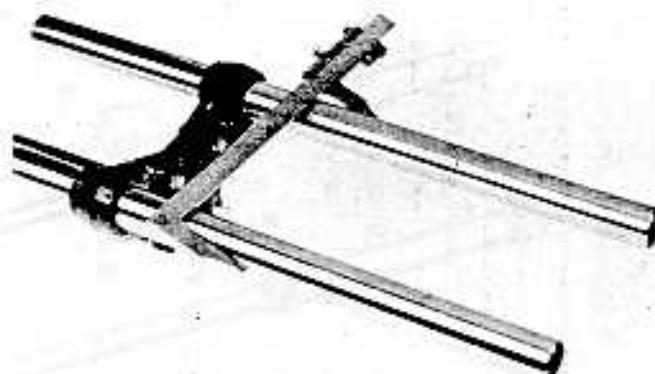

Fig. 205
- Dopo essersi accertati che gli steli siano perfettamente rettilinei, installare gli steli stessi nella base di sterzo e serrare a fondo le viti di fissaggio. Con un lungo calibro a corsoio misurare in vari punti la distanza tra i due steli. La differenza tra le varie misure ottenute non deve essere superiore a 0,10 mm (Fig. 205).
- Having checked the stanchions for truth, install them in the lower yoke and tighten the pinch screws firmly. With a vernier caliper of suitable size measure the distance between the two stanchions in several points. The figures obtained should agree within 0.10 mm (Fig. 205).